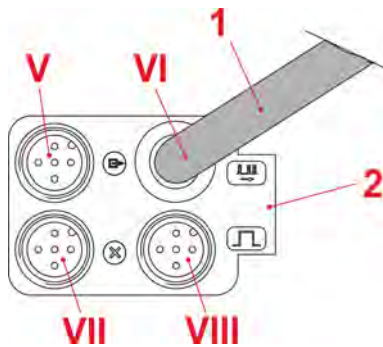
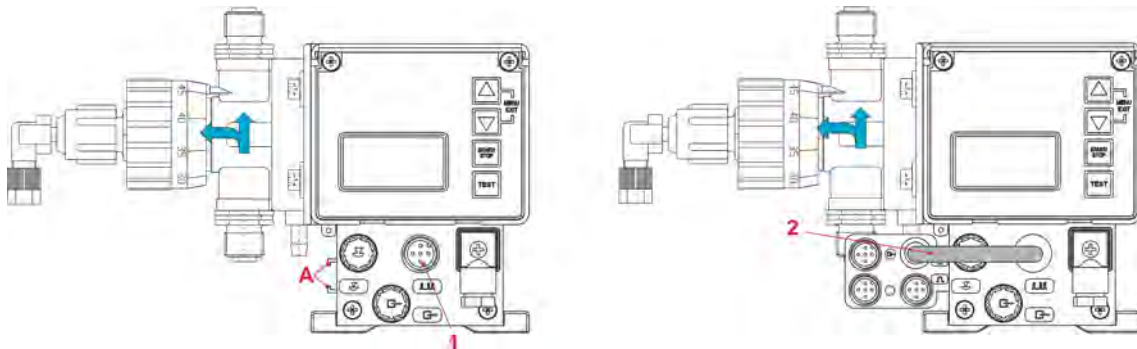

Abb. 22: Dongle-Box
Abb. 23: Montage von Dongle-Box bzw. Micro-Flow-Box
1. ▶ Montieren Sie die Dongle- Box bzw. die MicroFlow- Box (Abb. 22) an der dafür vorgesehenen Schiene der EMP-Pumpe (Abb. 23, Pos. A).
2. ▶ Schieben Sie die Dongle- Box bzw. die MicroFlow- Box (Abb. 22) in die Schiene auf der linken Seite der EMP Pumpe (Abb. 23, Pos. A), bis diese einrastet.
3. ▶ Schließen Sie das Verbindungskabel (Abb. 22, Pos. 1 und ↗ auf Seite 48, Pos. 2) am Eingang für Impuls / Normsignal (Abb. 23, Pos. 1) an.
Ist vor der Erweiterung durch eine Dongle- Box bzw. eine MicroFlow- Box am Eingang für Impuls / Normsignal (Abb. 23) ein Stecker angeschlossen, so kann dieser nach der Erweiterung an Stecker VIII (Abb. 22) der Dongle- Box bzw. der MicroFlow- Box angeschlossen werden.